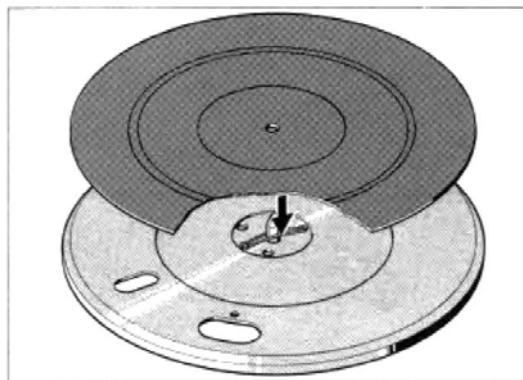

Fig. 2
- Plattensteller aufsetzen und die in der Mitte des Plattenstellers angebrachte Sicherung nach unten drücken, bis sie in die Rille der Plattenstellerachse einrastet (Fig. 2). Plattenstellerbelag auflegen.
- Fit the platter and depress the locking mechanism in its centre until it engages in the groove of the platter spindle (fig. 2). Place the platter mat in position.